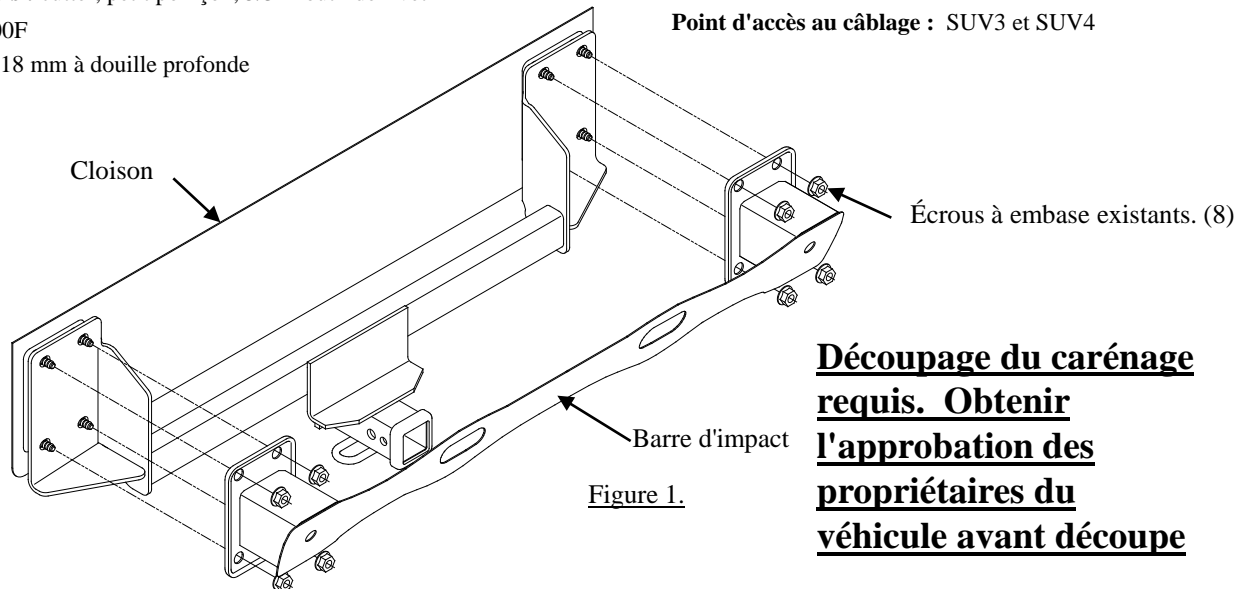

Figure 1.
- Reinstaller la barre d'impact sur les supports de l'attelage et remonter les écrous à embase existants. (Figure 1) Centrer l'attelage sur le véhicule.